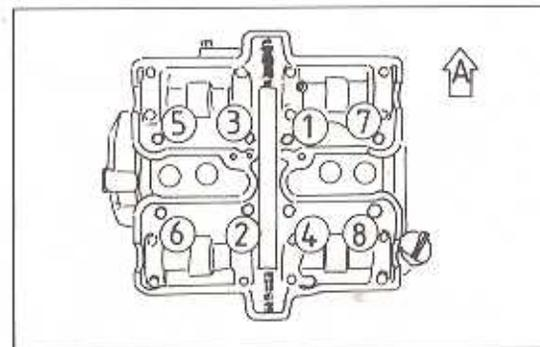

Bild 107
- Im zweiten Umgang auf 39 Nm festziehen. Dabei die Anzugsreihenfolge in Bild 107 einhalten.